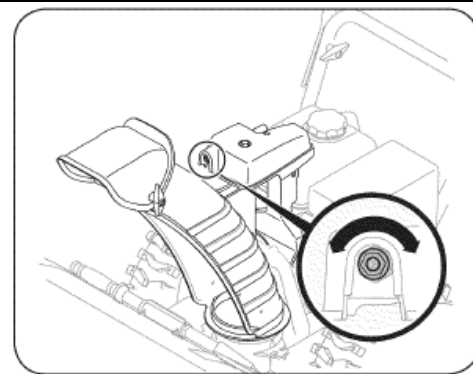

Рис. 23
1. Для увеличения нагрузки поворачивайте шестигранную гайку по часовой стрелки с интервалом $\frac{1}{4}$ оборота. (смотри рисунок 23).